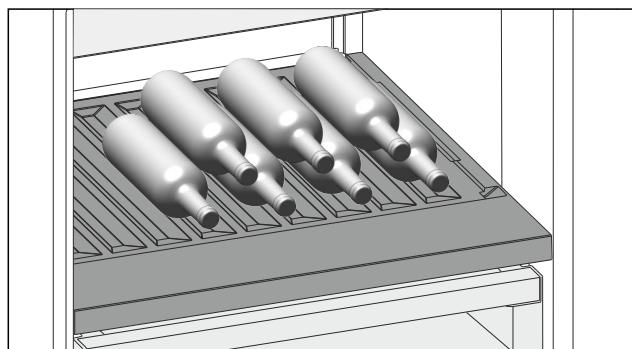

Fig. 142
- Поставяйте бутилките с дъното назад към задната стена. (виж Fig. 142)